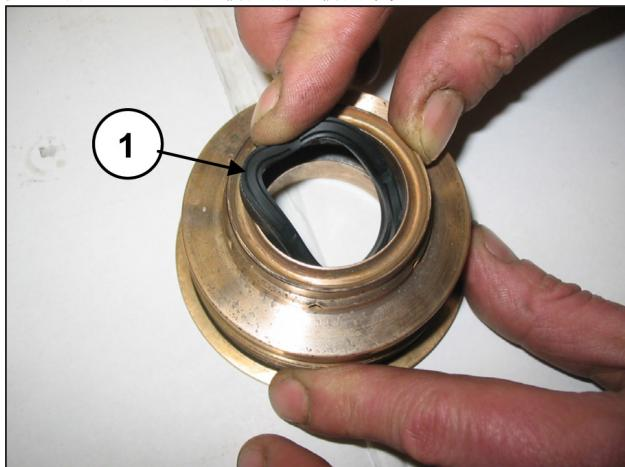

图 174
将低压密封圈插入KC密封圈底座（位置①，图 174），注意安装方向，密封唇应朝向前（朝向泵头）。